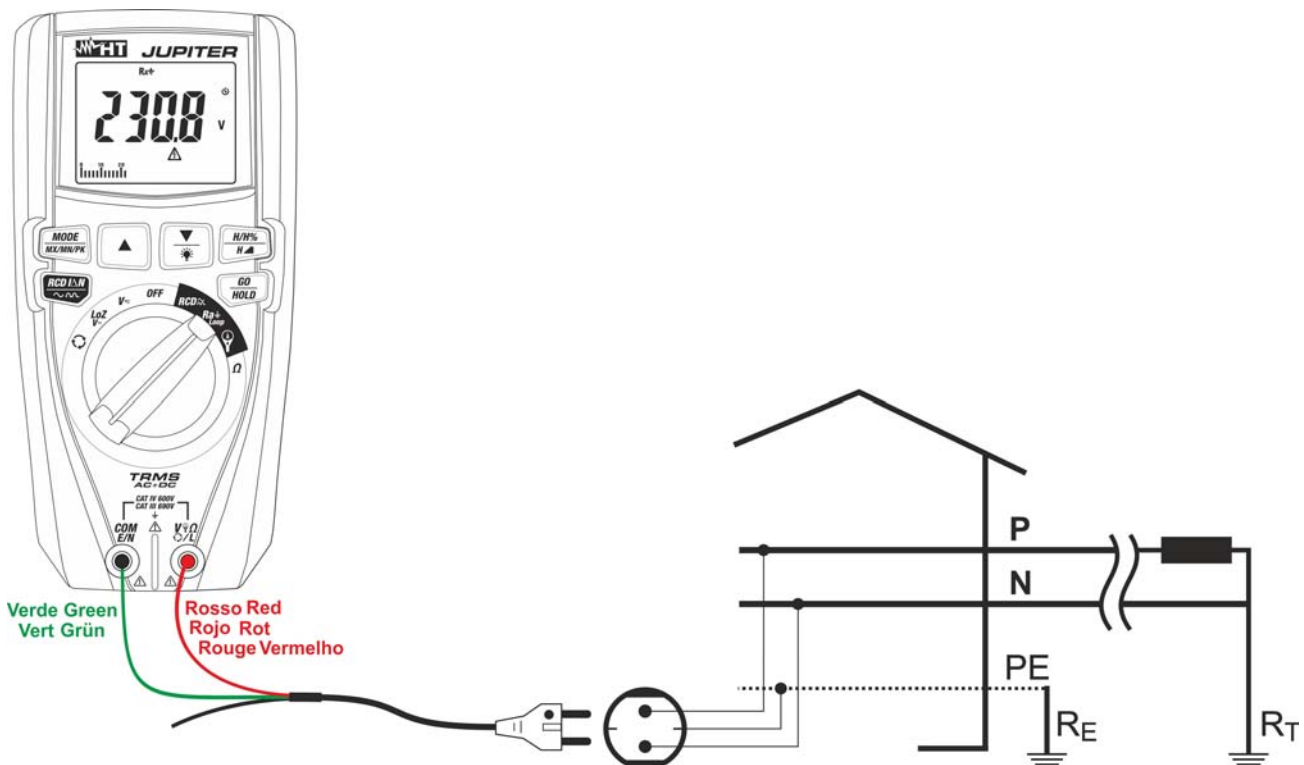

Fig. 23: Uso dello strumento per misura impedenza Loop L-PE con cavo a spina Schuko
5. Per misura di Loop L-PE in caso di uso del cavo con spina shuko inserire il conduttore rosso nel terminale di ingresso $V \Omega \text{ L}$ e il conduttore verde nel terminale di ingresso **COM/E/N** e collegare lo strumento all'impianto in esame (vedere Fig. 23). Il valore della tensione Fase-Terra è mostrato a display